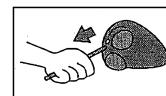

Ilustración 1
- Instalación de las Antenas** – Introducir la antena a través del orificio pasando por detrás de la cabeza. Alinear la sección plana de la base de la antena con el lugar previsto para ello en el interior de la cabeza. Tirar hasta que quede bloqueada en su sitio. (Ver ilustración 1)